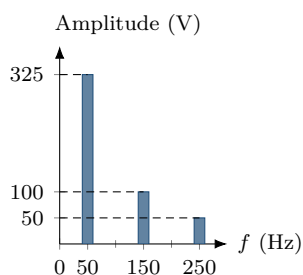

Figure 1
1. Pour le spectre représenté sur la **figure 1** :